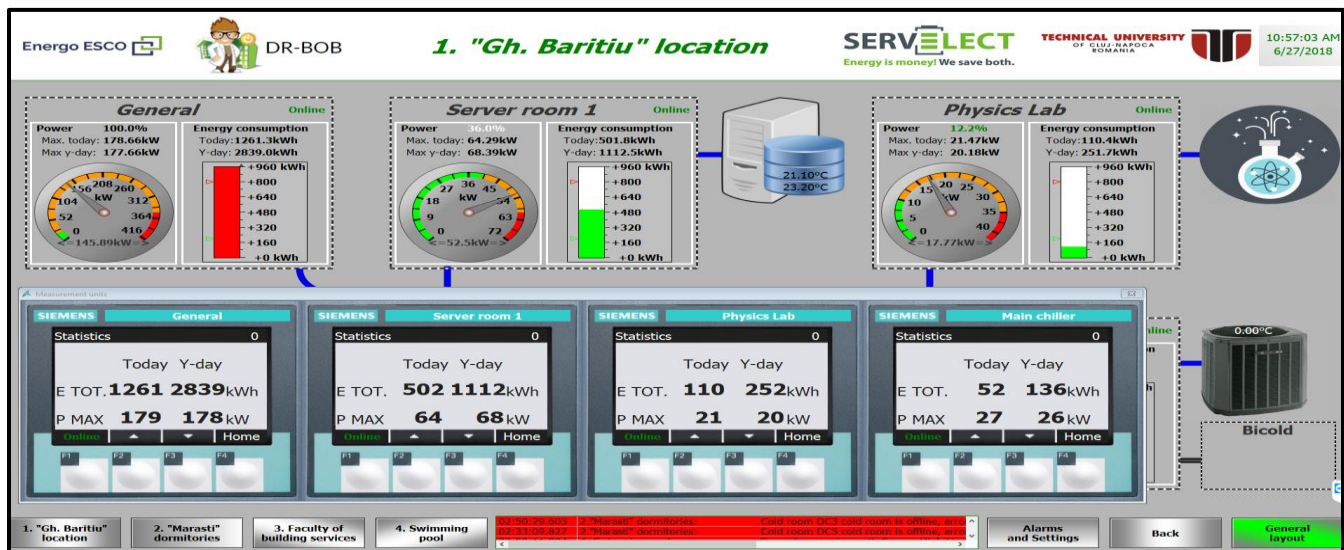

Fig.14. Analizoare de energie
2) PAC → conduce spre fereastra din Fig.14.